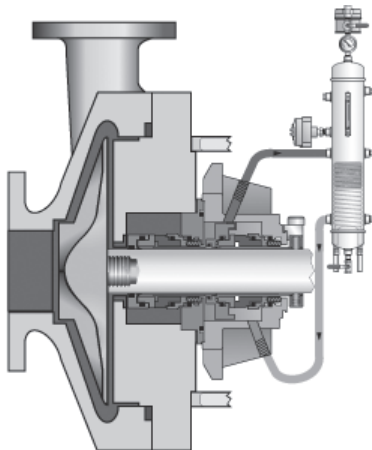

Figura 6
- 7.3 **Per il funzionamento di tenute doppie pressurizzate (double)**, fornire un liquido di barriera pulito e compatibile ad una pressione di almeno 25 psi (1,7 bar) al disopra della pressione della camera di tenuta. Vedere la figura 6. La pressione del fluido di barriera non deve superare il livello massimo raccomandato.